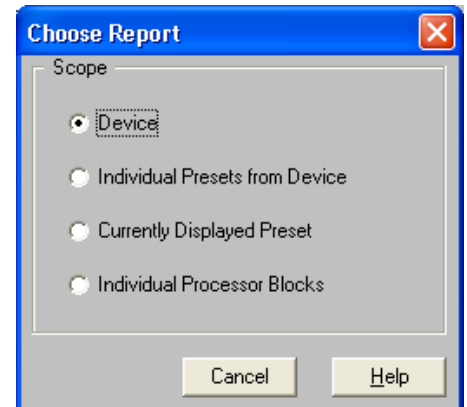

FIGURE 10-1 : Boîte de dialogue « Choose Report »
2. La boîte de dialogue « Choose Report » (Choisir un rapport) s'ouvre, comme illustré sur la droite à la figure 10-1.